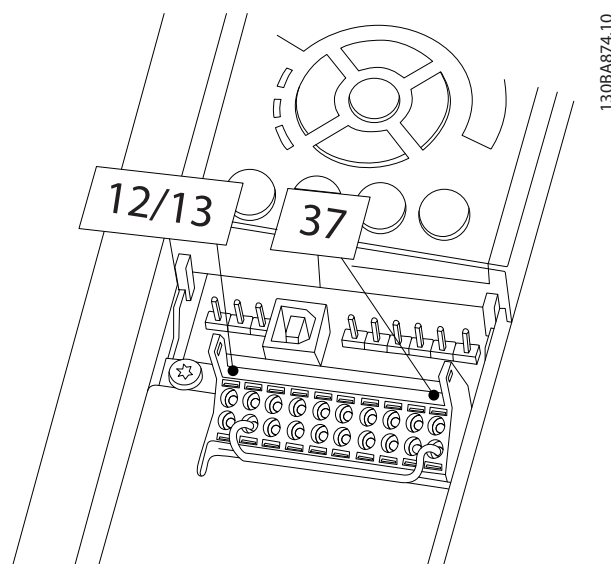

Рисунок 2.19 Соедините перемычкой клемму 12/13 (24 В) и клемму 37
1. Снимите перемычку между клеммами управления 37 и 12 либо 13. Разрезать или разорвать перемычку недостаточно, это не сможет защитить от короткого замыкания. (См. перемычку на Рисунок 2.19.)